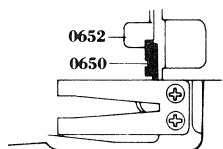

Fig. 24
- 3) Fit 0633 between SW 2 and SW 5. See Fig. 24.
- 3) 0633がSW 2, SW 5の間に入ること。Fig. 24参照。